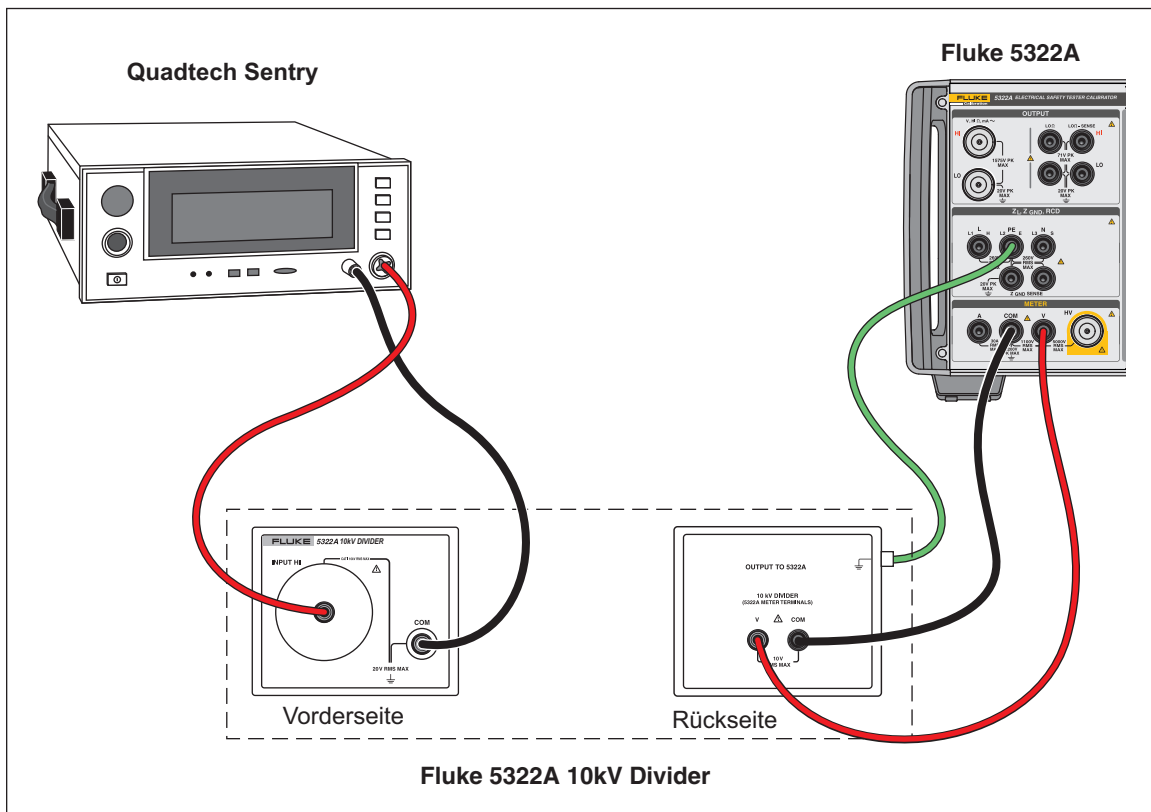

Abbildung 61. Verwendung des 10 kV Divider
2. Schließen Sie das DUT über den 10 kV Divider an den Kalibrator an. Siehe Abbildung 61.